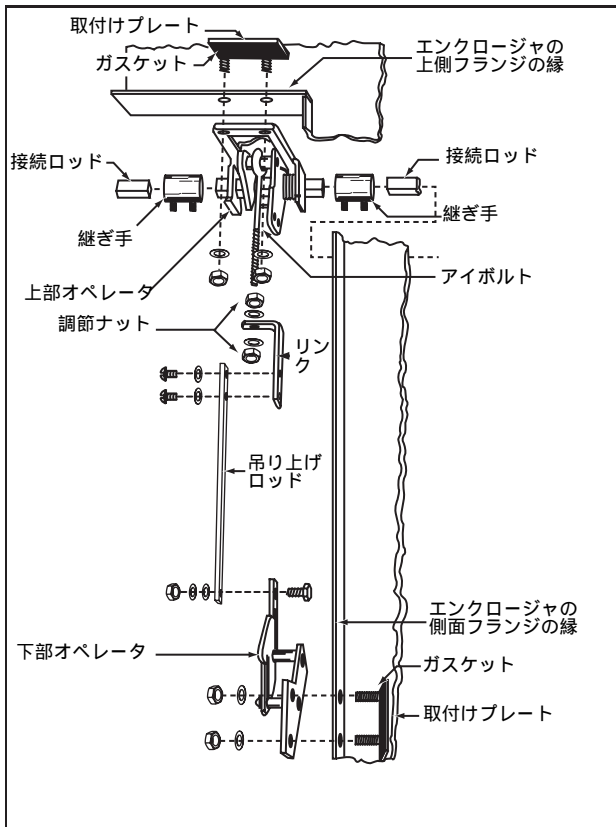
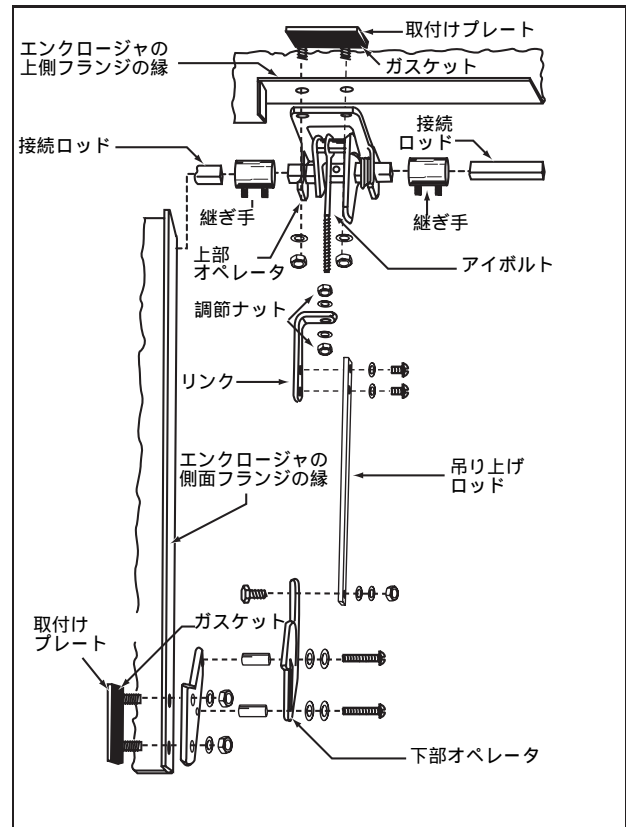

図 5 右手側の補助
図 6 左手側の補助
2. 図5または図6に示すように取付けプレートのスタッドをエンクロージャの上側フランジの縁と上部オペレータの穴に通して、ナットを4.5 ~ 5.7 Nmのトルクで締めて機構をフランジに固定します。
2. 左手側補助キットのみ：図6に示すように、下部オペレータを分解して、再度組立てます。ねじを、2.7 ~ 3.6 Nmのトルクで締めます。
1. 上部オペレータのアイボルトにあるナット (図5または図6を参照) を移動して調整し、下部オペレータの固定部分にあるねじ山の中央と、下部オペレータのスライディング